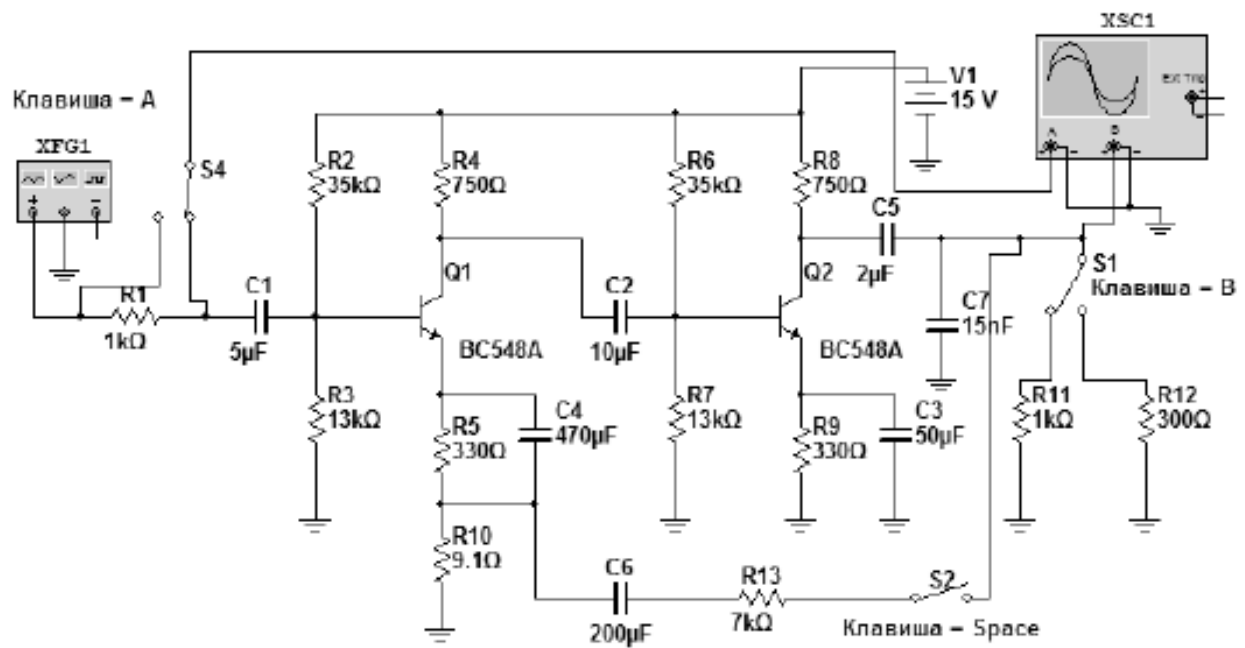

Рис. 2.1. Принципиальная схема двухкаскадного усилителя с обратной связью
Принципиальные схемы исследуемых каскадов приведены на рис. 2.1 и 2.2 (данным схемам соответствуют файлы 2.1.ms11 – 2.2.ms11).
3.1. Не изменяя сопротивления нагрузки, снять амплитудные характеристики двухкаскадного усилителя на частоте  $f = 1$  кГц при наличии и отсутствии обратной связи (рис. 2.1).